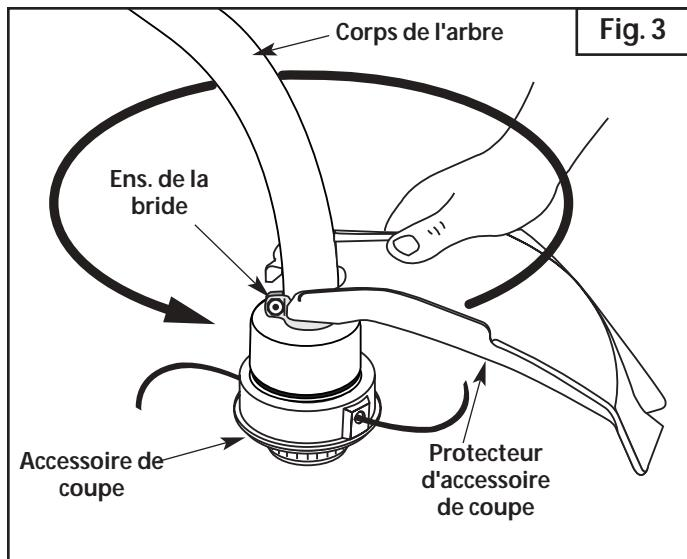

Fig. 3
1. Placez le protecteur d'accessoire de coupe sur le corps de l'arbre au-dessus de l'ensemble de bride (Fig. 3).
2. Poussez le protecteur d'accessoire de coupe vers le dessus de l'accessoire et tournez-le à 180 degrés. Alignez les quatre trous à vis et emboîtez le protecteur d'accessoire de coupe dans la poche encastrée (Fig. 3).